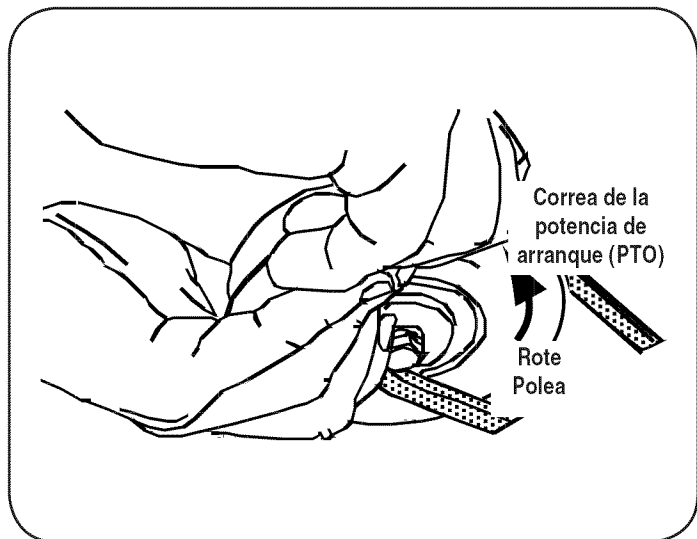

Figura 16
- Tire del lado derecho de la correa y coloque el lado en V angosto de la misma en la polea de la potencia de arranque (PTO). Vea la Figura 16.
- Mientras sostiene la correa y la polea juntas, rote la polea hacia la izquierda (Vea la Figura 16). Siga sosteniendo y rotando la polea y la correa hasta que la correa se enrolle totalmente en la polea de la potencia de arranque (PTO).